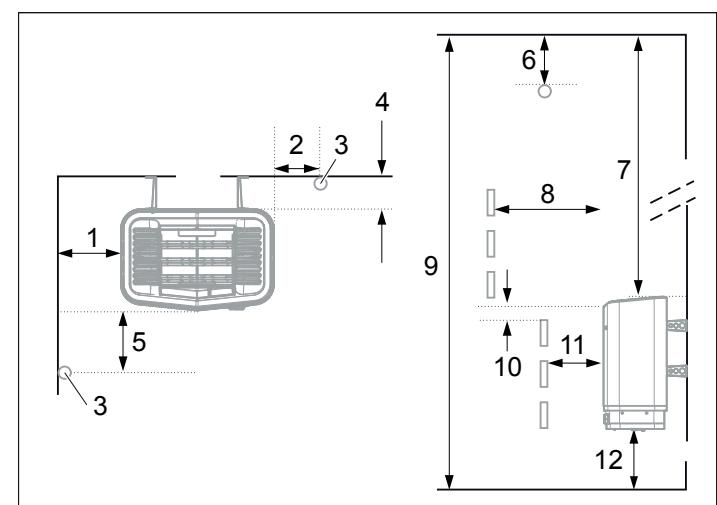
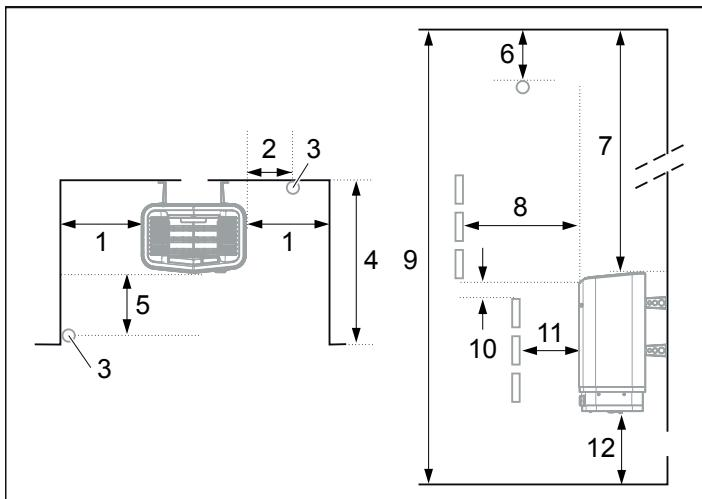

Fig 4: Placering av bastuaggregatet - normalmontage
Fig 6: Placering av bastuaggreat - nischmontage
- Planera sensors placering (se Fig 4 samt Fig 6).
- på samma vägg som dörren (endast i undantagsfall på sidoväggen, men då mycket nära dörrväggen). Aggregatet kan också placeras i nisch (se Fig 6).
- på säkert avstånd till golvet, sidoväggar och inredning (se Fig 4).
Placera sensorn enligt bilden (se Fig 4).
1. Placera aggregatet på säkert avstånd till golv, sidovägg och inredning (se Fig 6).
2. Placera sensorn enligt bilden (se Fig 6).